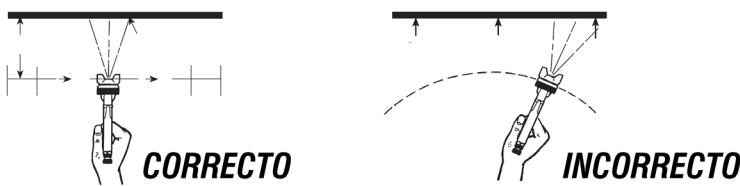

Fig. 2 – Aplicación
- 3 - Coloque el producto en el envase (1) tomando cuidado para que quede bien sellada, permitiendo un perfecto sellado en el cuerpo de la pistola (6);
- 4 - Coloque la tapa de aire (11) en el pico (2) y entonces coloque la anilla de la tapa (12) apropiadamente apriételo (se recomienda observar la correcta colocación del anillo de fijación, pues el mismo posee rosca y la colocación indebida puede provocar daños a la pistola y la pérdida al derecho de garantía);
- 5 - Conecte la entrada de aire (7) de la pistola de pintura en la red de aire comprimido, observando la presión máxima recomendada de 57 lbf/pulg² y entonces inicie la pulverización apretando el gatillo (5);
- 6 - Para aumentar la cantidad de pulverización gire el tornillo de regulación de fluido (4) en sentido anti horario, y para disminuir gire en sentido horario;
- 9 - Durante la pintura, la pistola debe estar siempre perpendicular a la superficie a ser pintada. La distancia entre la pistola y la superficie debe ser constante, entre 15 y 20 cm, y el movimiento de vaivén debe ser rectilíneo y nunca en forma de arco, de acuerdo a la Fig. 2.